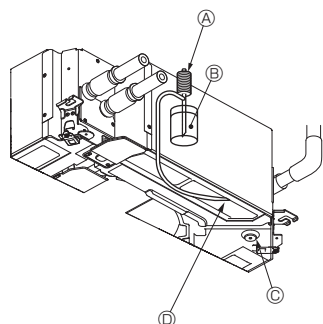

Fig. 7-5
7.4. Vérification de l'écoulement (Fig. 7-5)